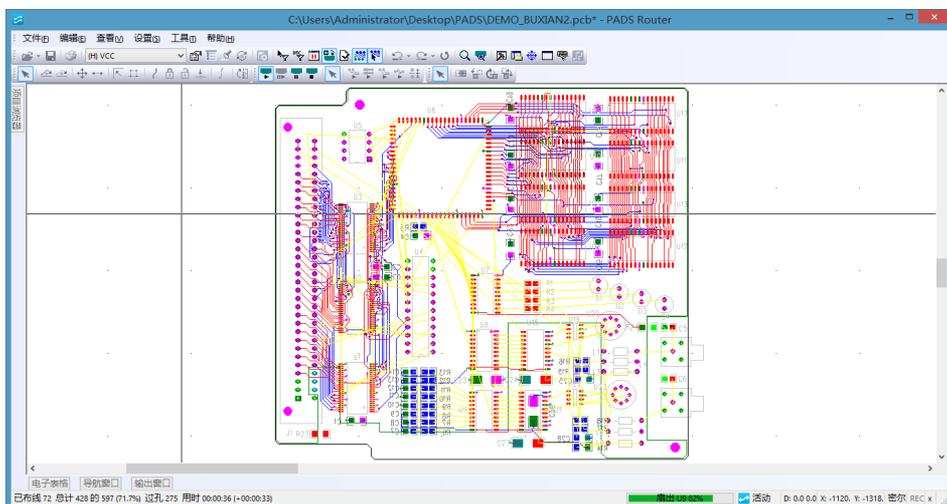

图 11-59 开始自动布线
(8) 执行“开始”命令后，PADS Router 开始自动布线，如图 11-59 所示。